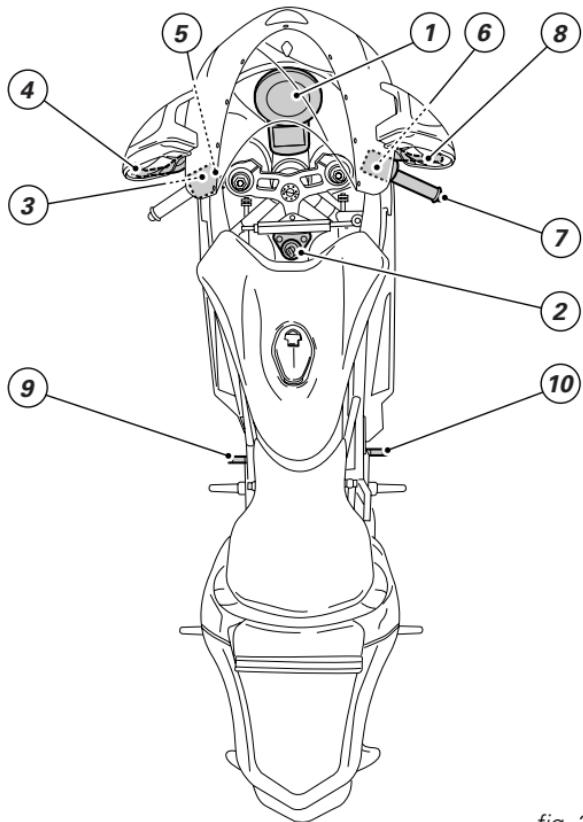

fig. 3
**Emplacement des commandes (fig. 3)**